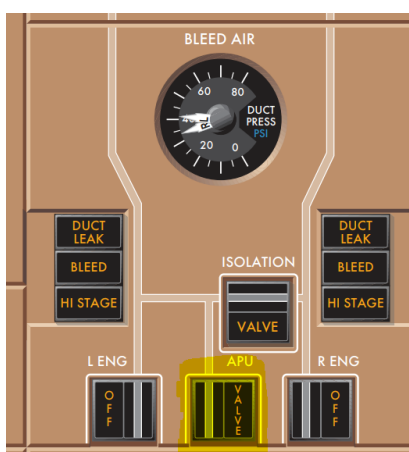

Рисунок 56. APU BLEED AIR VALVE SWITCH.
- Установите переключатель APU BLEED AIR в положение ON (рис. 56). Убедитесь, что на переключателе появилась белая полоска и лампа VALVE загорелась и погасла.
- Установите переключатель APU BLEED AIR в положение OFF (рис. 56).